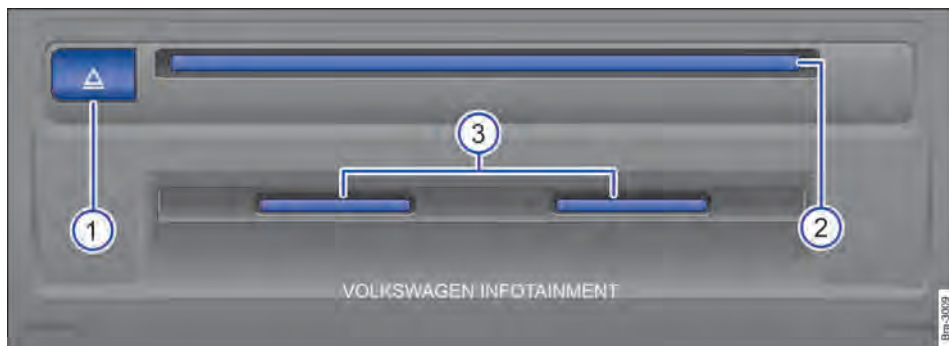

Fig. 137 Unidade multimídia externa: no porta-luvas.
Legenda para → Fig. 137:
- Após a solicitação, inserir o CD na entrada para CD da unidade de CD → Fig. 137 ② até que seja puxado automaticamente para dentro.
- Pressionar o botão de ejeção  → Fig. 137 ①.